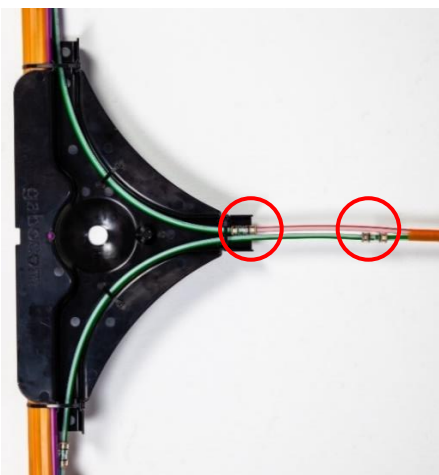

Abb. 2: Verbindung mittels Doppelsteckmuffe
1.1 Verbinden Sie ein Ende des Leerrohrs mit dem Infrastrukturübergabepunkt mittels der mitgelieferten Doppelsteckmuffe (siehe Abbildung 2).
- Wie auf Abb. 2 ersichtlich, dürfen Doppelsteckmuffen nicht im Radius platziert werden.